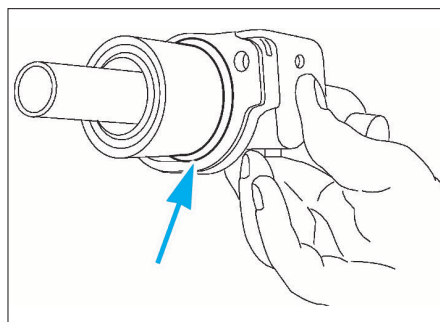

FIG. 23
- remplacer systématiquement le joint du maître-cylindre (Fig.23).